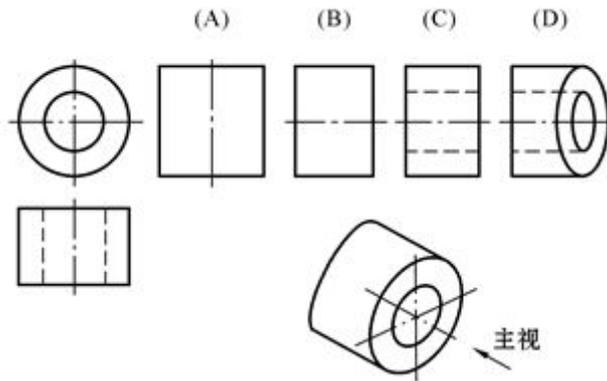

图 A-2
58.已知主、俯视图和立体图，正确的左视图是图 A-2( C )。